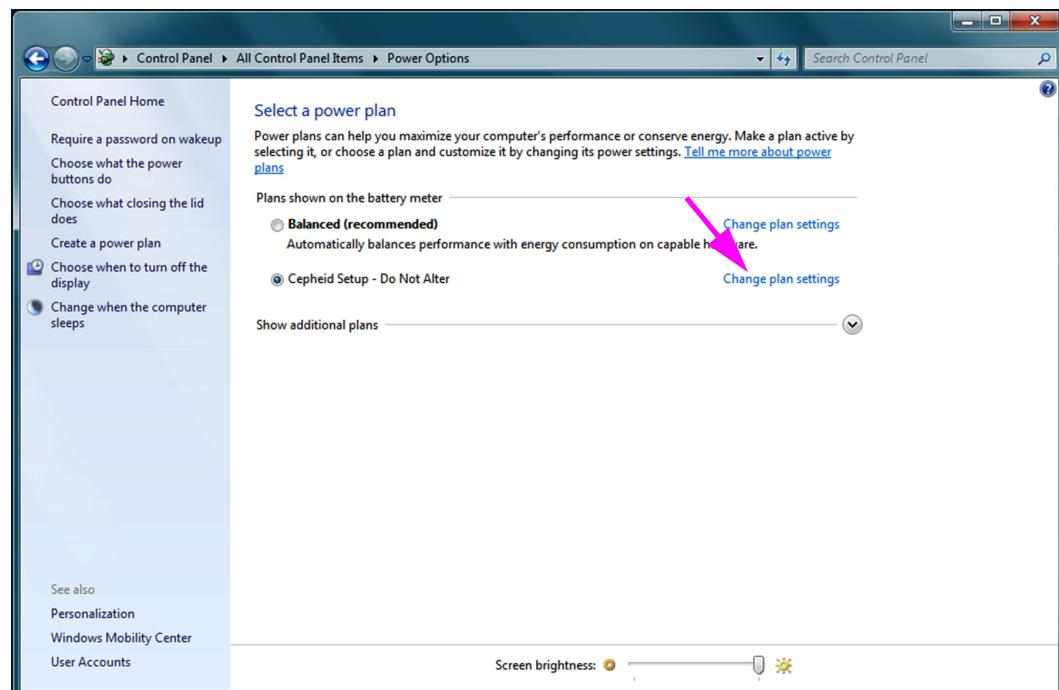

Figure 2-19. Fenêtre Power Options (Options d'alimentation)
Figure 2-19. La fenêtre Edit Plan Settings (Modifier les paramètres du plan) s'affiche. Voir Figure 2-20.
10. **Pour les portables uniquement :** Cliquez sur **Cancel (Annuler)** pour fermer la fenêtre Edit Plan Settings (Modifier les paramètres du plan). La fenêtre Power Options (Options d'alimentation) s'affiche (cf. Figure 2-19).